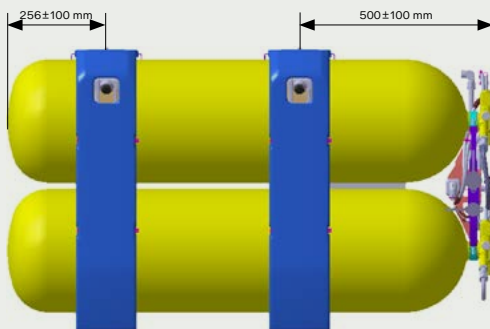

Figura 27: Posicionamento das cintas para o conjunto de cilindros de 80 litros
**Projeto Scania:** : Para veículos equipados com cilindros modelo Y80, Y95, Y118, e Y235 os posicionamentos das cintas em relação às extremidades do conjunto estão ilustrados nas figura 27 a 30 respectivamente.